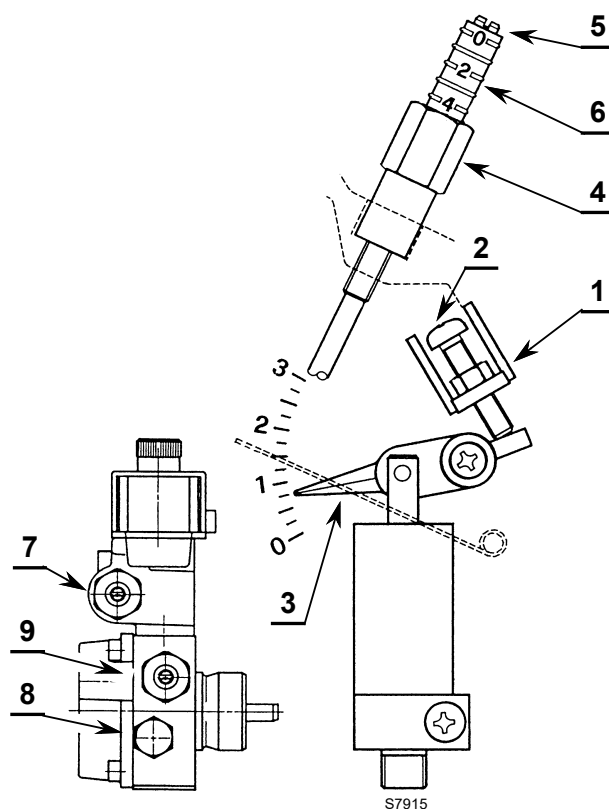

Fig. 13
- Slăbiți piulița 1)(Fig. 13), reglați șurubul 2)(Fig. 13) și reglați indicatorul 3)(Fig. 13) la poziția dorită.
- Când reglarea este completă, strângeți din nou piulița 1)(Fig. 13).
Dacă este necesar, reglați din nou presiunea prin rotirea șurubului 7)(Fig. 13).
Manometrul trebuie să fie montat în locul capacului 8)(Fig. 13).
- Slăbiți piulița 4)(Fig. 13), reglați șurubul 5)(Fig. 13) și reglați indicatorul 6)(Fig. 13) la poziția dorită.
- Când reglarea este completă, strângeți din nou piulița 4)(Fig. 13).
Dacă este necesar, reglați din nou presiunea prin rotirea șurubului 9)(Fig. 13).